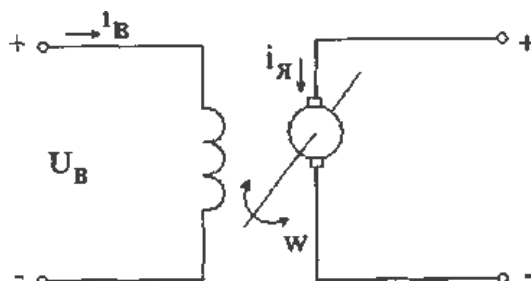

Рис. 5.3.. Принципиальная схема двигателя постоянного тока с независимым возбуждением.
**Пример 2.** На рис. 5.3. представлена принципиальная схема двигателя постоянного тока с независимым возбуждением (ДПТ с НВ). Требуется составить уравнение и найти передаточную функцию ( $U_B = \text{const}$ ).